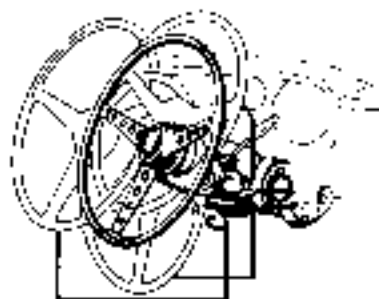

Fig. 15
- 31) **Lava freno a mano che comanda il bloccaggio dei freni posteriori** (Fig. 15) usare il freno a mano solo per parcheggio, per partenza in salita o per arresti nel traffico. Per spostare la leva premere il bottone sulla estremità
- 33) **Manopola regolazione posizione volante in profondità** (Fig. 15). La regolazione si effettua allentando la manopola A; effettuata la regolazione riavvitare la manopola.
- 34) **Leva regolazione inclinazione volante:** spostare all'indietro la leva B di fig. 15; effettuata la regolazione riportare la leva nella posizione iniziale.
31. **Levier frein à main qui commande le blocage des freins arrière** (Fig. 15) N'utiliser le frein à main qu'en cas de parking, en cas de départ en montée et en cas d'arrêt dans le trafic. Pour déplacer le levier pousser le bouton à l'extrémité.
33. **Bouton de réglage de la position du volant en profondeur** (Fig. 15) Le réglage s'effectue en déserrant le bouton A; une fois le réglage effectué, revisser le bouton.
34. **Levier de réglage inclination du volant;** déplacer à l'arrière le levier B de la fig. 15; une fois le réglage effectué, ramener le levier dans sa position initiale.
33. **Knob for steering column adjustment** (Fig. 15) Adjust after slackening off the knob A; after adjustment, tighten up knob again.
34. **Lever for adjustment of steering wheel angle;** to adjust, take the lever B (Fig. 15) backwards. After adjustment, return the lever to its original position.
33. Kugelgriff zur Positionregulierung des Lenkrades (Abb. 15). Die Regulierung erfolgt durch Loesen des Griffes A; nach durchgefuehrter Regulierung den Griff wieder festschrauben.
34. Hebel zur Einstellung des Neigungswinkels des Lenkrades, den Hebel B (Abb. 15) nach hinten verstellen; nach durchgefuehrter Einstellung, den Hebel in die Anfangsstellung zurueckbringen.